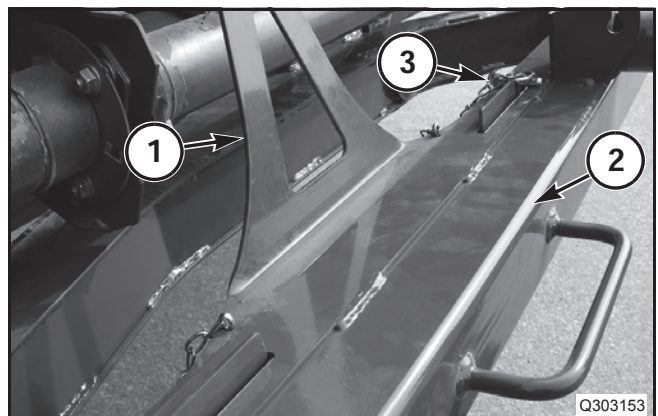

FIG. 66
FIG. 66: Después de ser colocado en la posición correcta, instale el soporte (1) en la parte trasera de la plataforma, en las hendiduras del conjunto del eje del lado derecho (2).